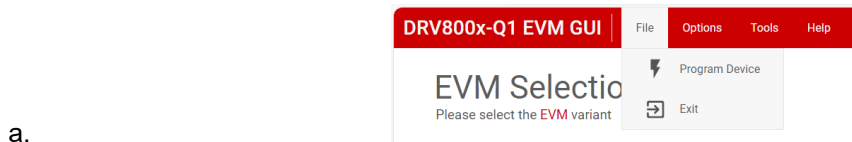

图 3-3. 编程器件
- 依次点击 **File -> Program Device**，使用最新软件对 EVM 进行编程。（请参阅图 3-3。）
- 从 EVM 的五个选项中选择合适的 GUI 型号（图 3-3）。